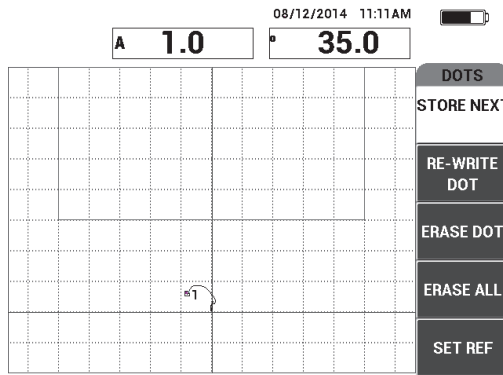

Рис. 6-40 Регистрация первой точки
6. Нажмите **СОХР. СЛЕД.** (клавиша A) для записи первой точки (см. Рис. 6-40 на стр. 162).